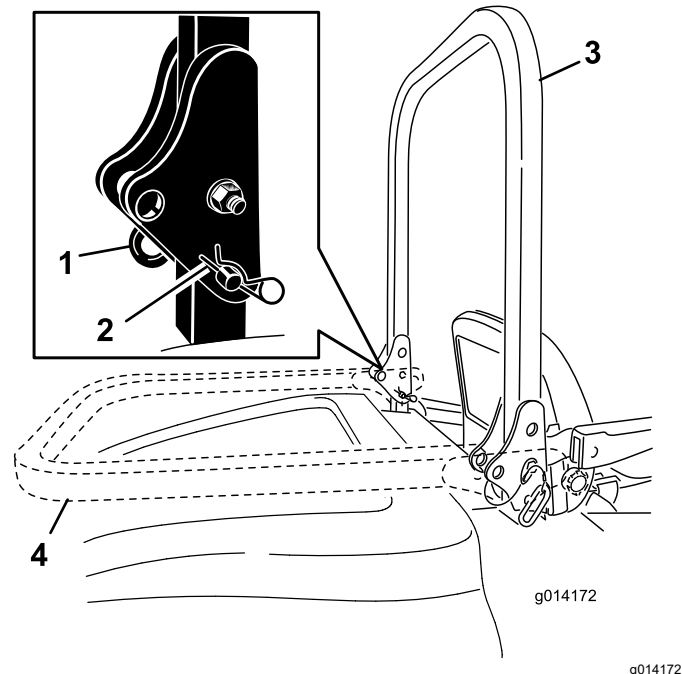

图 20
2. 卸下 2 个发卡销和 2 个柱销图 20。
3. 将翻车保护杆升起至直立位置图 20。
4. 用 2 个柱销和 2 个发卡销固定翻车保护杆图 20。
1. 卸下发卡销将翻车保护杆向前推到顶住弹簧然后卸下 2 个柱销图 20。
2. 将翻车保护杆放低到向下位置图 20。
3. 将 2 个柱销装入枢轴板并用 2 个发卡销固定柱销图 20。